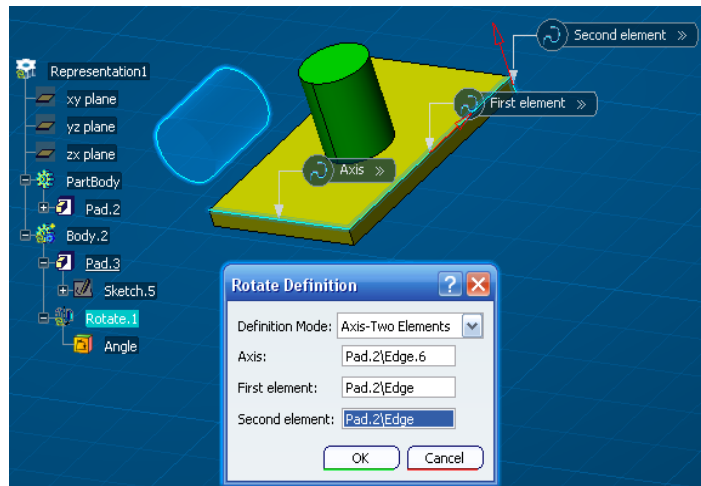

Ilustración 276: Ejemplo de rotación por eje y dos elementos.
2) **Axis-Two Elements:** Se selecciona primero el eje de giro, y luego dos elementos. En ángulo que formen esos dos elementos, será el ángulo de rotación. Esto se muestra en el ejemplo de la Ilustración 276. Las flechas rojas